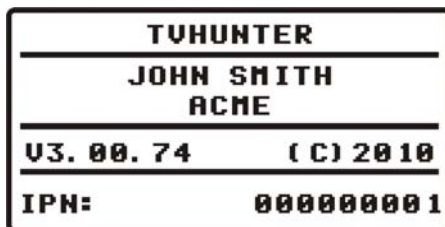

Figura 3.- Nombre del equipo (TVHUNTER), nombre del usuario (JOHN SMITH), compañía (ACME) y versión de firmware (v3.00.74).
- 5.- A continuación aparece una pantalla indicando el nombre del equipo, el nombre de la compañía y usuario (definible por software), y la versión de firmware. (Figura 3.-).